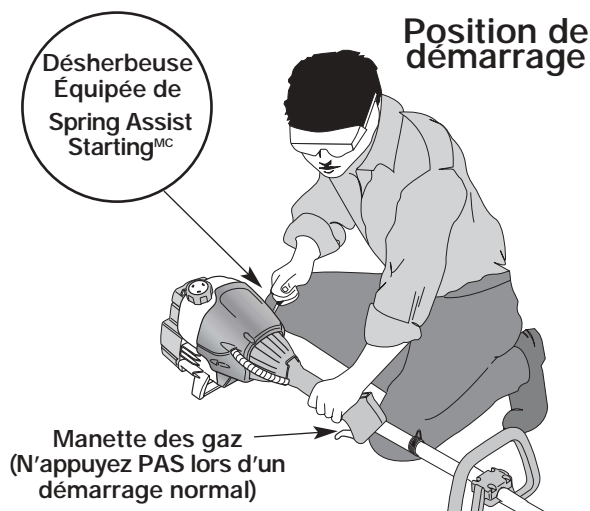

Fig. 8
**AVERTISSEMENT:** évitez tout démarrage accidentel. Tenez-vous en position de démarrage lorsque vous tirez sur la corde de démarrage (Fig. 8). L'opérateur et l'appareil doivent tous deux être en position stable pour éviter des blessures graves.
4. Accroupissez-vous en position de départ et **n'appuyez pas sur la manette des gaz** (Fig. 8). Tirez le cordon de démarrage d'un **mouvement contrôlé et ferme** jusqu'à 10 fois. Répétez jusqu'à ce que le moteur démarre.